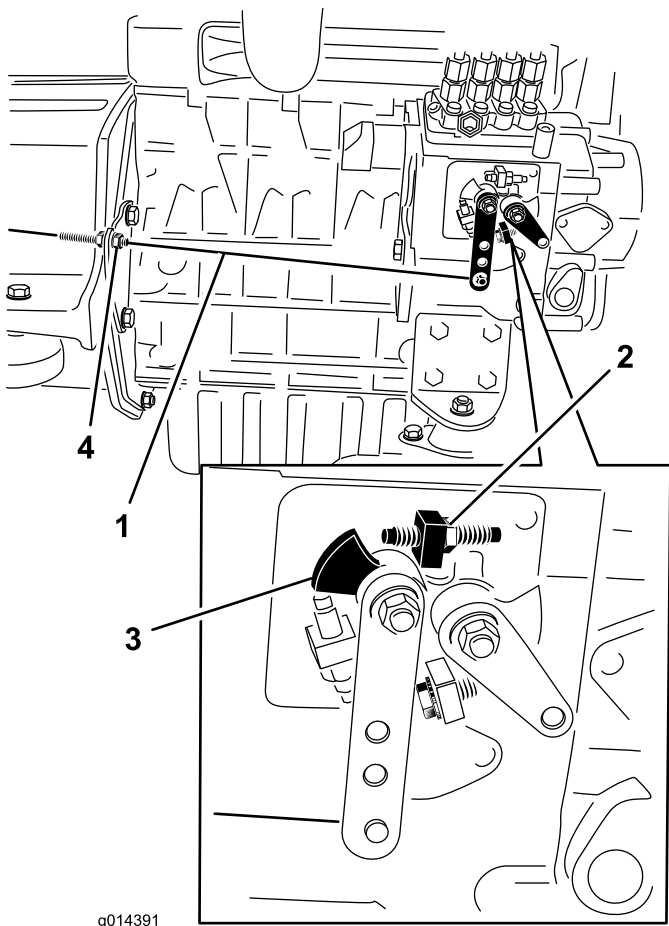

Figure 38
2. Vérifiez la position du levier de commande de régime sur la pompe d'injection du moteur. Le levier de commande de régime doit toucher la vis de haut régime lorsque la commande d'accélérateur est en position haut régime (verrouillage) (Figure 38).
- La position des écrous de blocage du câble de commande d'accélérateur peut être ajustée au besoin jusqu'à ce que le levier de commande de régime touche la vis de haut régime lorsque le levier est en position haut régime (verrouillage) (Figure 38). **Ne réglez pas la vis de haut régime sur le levier de commande de régime.**